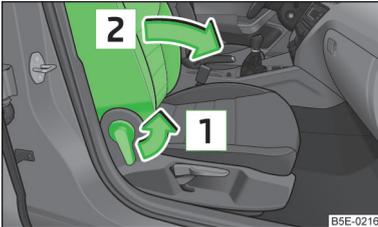

Abb. 54
- > Den Hebel in Pfeilrichtung **1** » Abb. 54 ziehen.